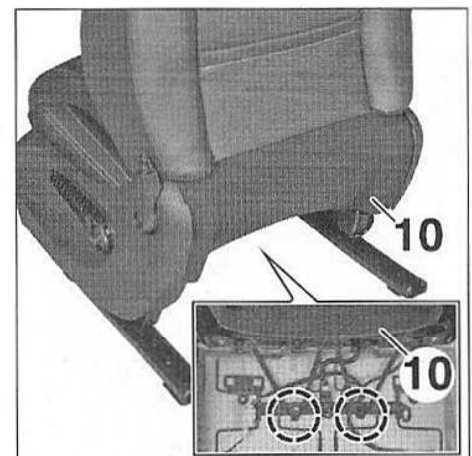

FIG.10
- Dégrafer et dégager la garniture (10) (Fig.10).